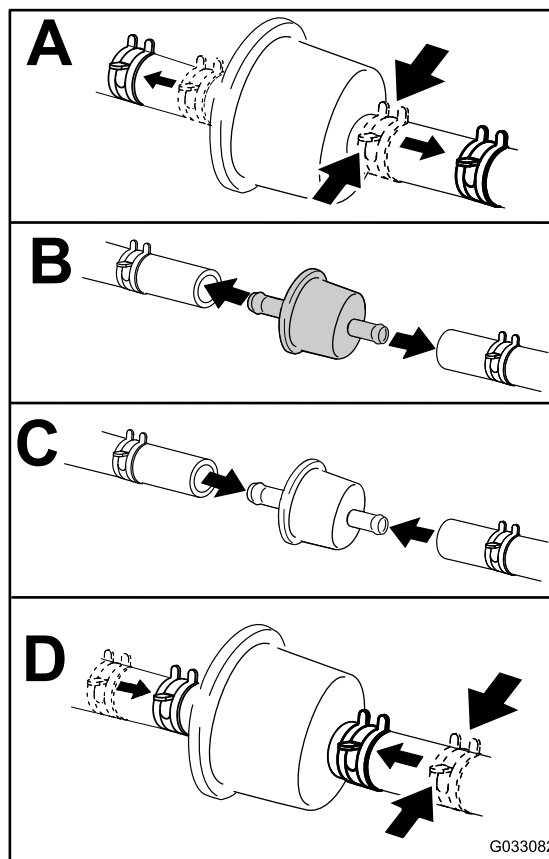

Figura 52
4. Sostituite il filtro del carburante (Figura 52).